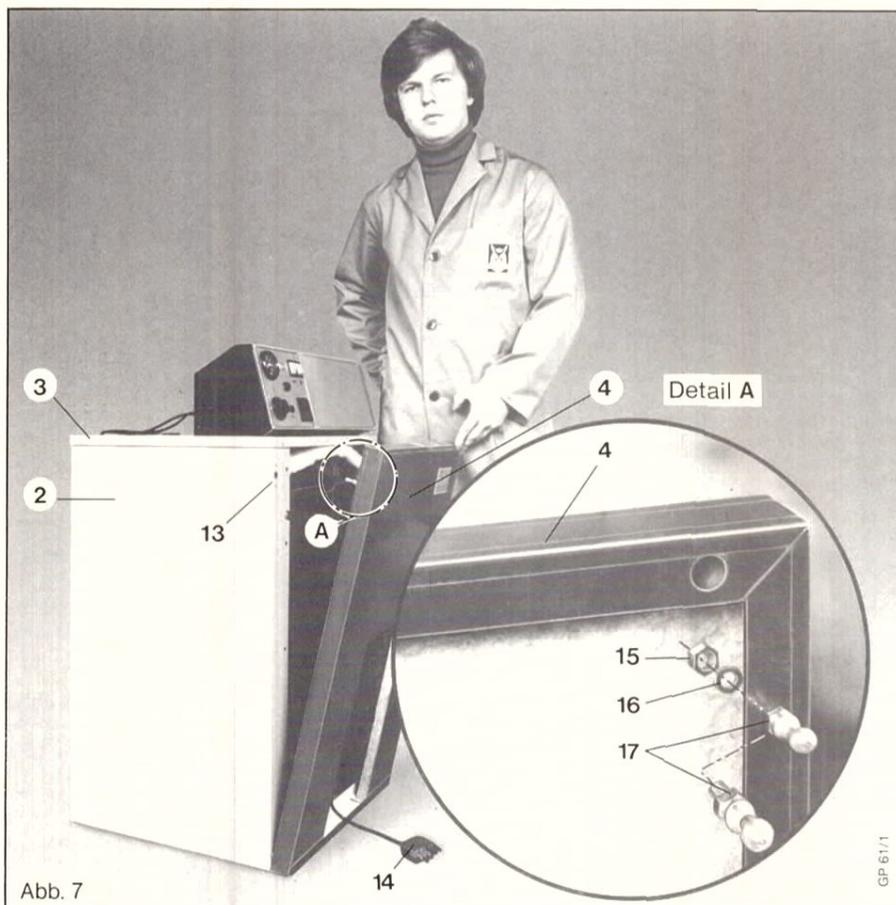

Abb. 7
Vorderes Verkleidungsblech (4), die Formschrauben (17) (siehe Detail A, Abb. 7) mit Muttern (15) und U-Scheibe (16) in den Bohrungen befestigen.